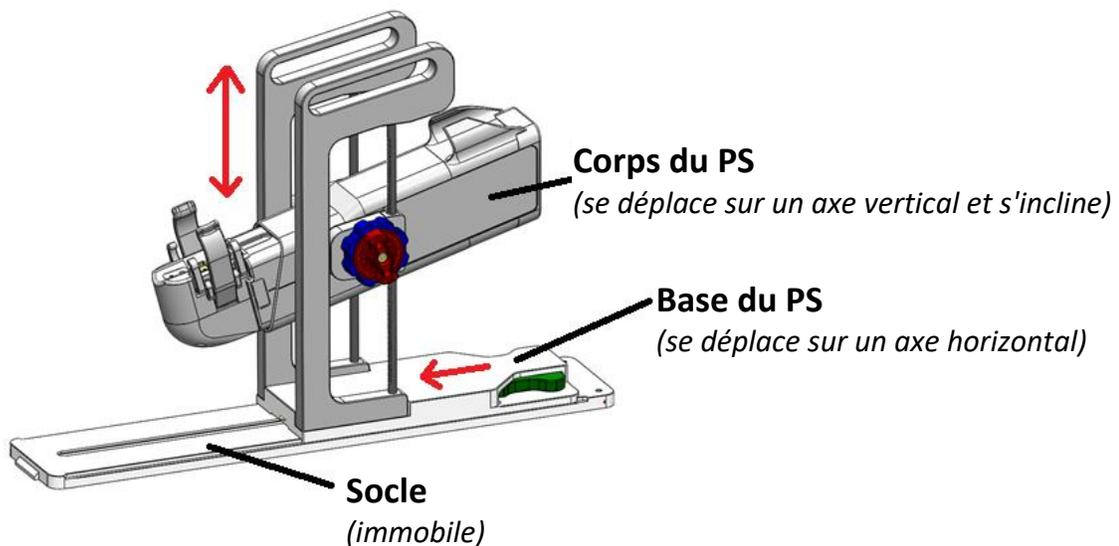

Figure 37 : Réglage du système de positionnement
5. Manipulateur IRM : déplacer manuellement le PS de telle sorte que le préhenseur de l'UA s'aligne avec l'angle naturel de l'UA dans le patient. Régler manuellement la position de la base du PS vers l'avant/l'arrière et le haut/le bas, et incliner son axe linéaire vers le haut et le bas (Figure 37).
REMARQUE : s'ils ne sont pas réellement colorés comme dans la Figure 37, l'application de couleurs aux boutons et ergots de réglage du PS permet ici de suivre les instructions.